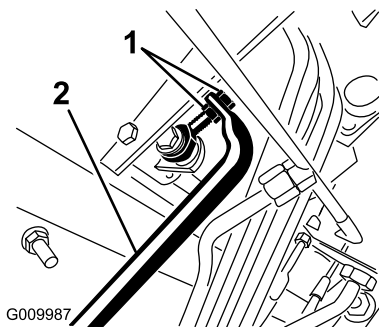

Figura 72
5. Ajuste las contratueras del extremo de la varilla de la bomba para desplazar el tubo de control de la bomba hacia adelante, para eliminar el movimiento de la máquina hacia adelante, o hacia atrás, para eliminar el movimiento hacia atrás (Figura 72).